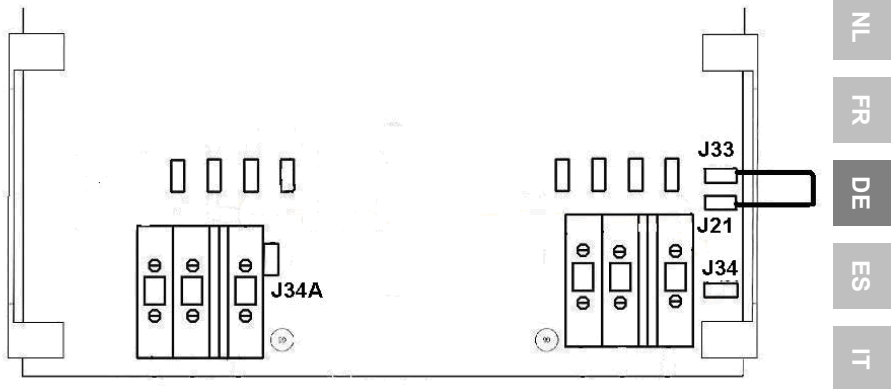

Abb. 5: Fehlerstromschutzschaltung (FI-Schalter)
2.4 Fehlerstromschutzschaltung (Abb. 5)
Im Ausgang des Trenntrafos muss ein Fehlerstrom- Schutzschalter eingebaut werden. Dazu muss der Ausgangs-Nulleiter geerdet werden (Verbindung mit dem Stahlrumpf). Dies wird mit einem Überbrückungskabel zwischen den Anschlüssen J21 und J33 (siehe Abb. 5) und der Erdung des Gehäuses erreicht.